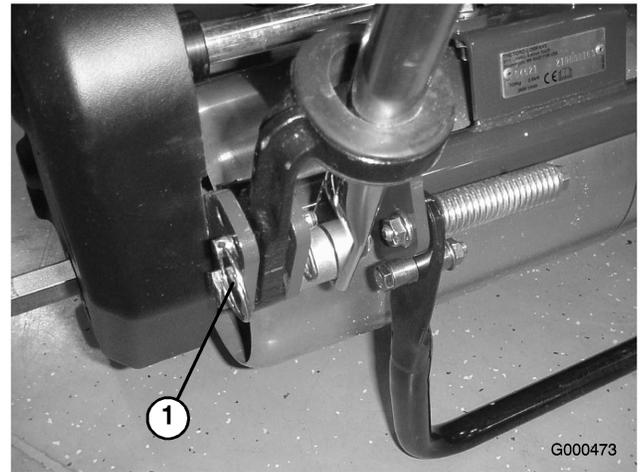

図 6
- 機体左右のリング・ピンからヘアピン・コッターを抜き取る (図 6)。
- ハンドルを支えながら、左右のリング・ピンを抜き、ハンドルを希望の高さにセットする (図 6)。